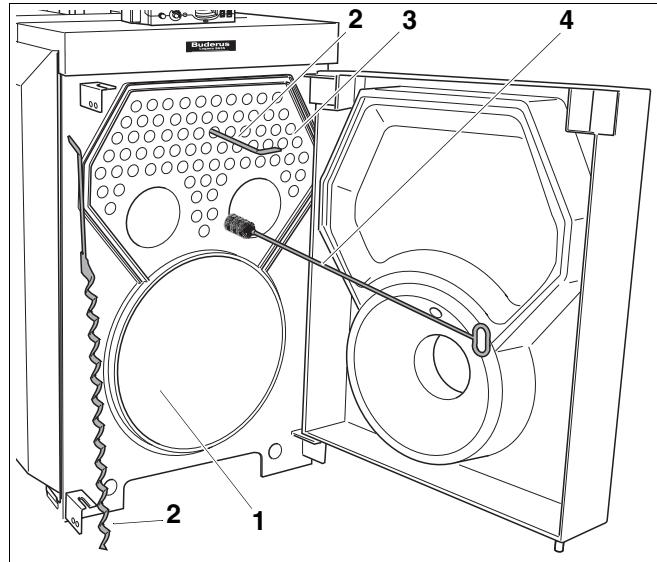
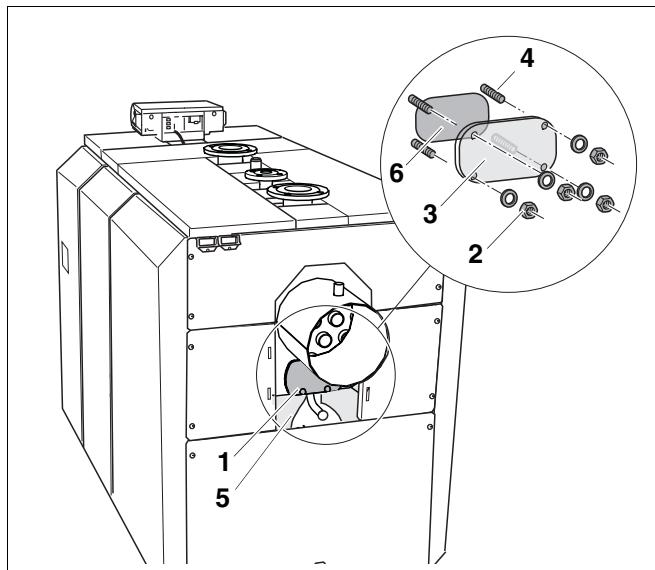

Рис. 51 Чистка поверхностей нагрева
Рис. 53 Демонтаж крышки для чистки
- Удалить турбуляторы (рис. 51, поз. 2) из труб дополнительных поверхностей нагрева (рис. 51, поз. 3).
- Очистить турбуляторы (рис. 51, поз. 2).
Если Вы не протащили щетки (рис. 51, поз. 4) через всю трубу, то обратно ее можно будет вытащить только с большим трудом.
- Очистите поверхности нагрева топочной камеры (рис. 51, поз. 1) и трубы дополнительных поверхностей нагрева (рис. 51, поз. 3) щетками (рис. 51, поз. 4).
- Слегка оттянуть в сторону теплоизоляцию коллектора дымовых газов (рис. 53, **поз. 5**), чтобы освободить крышку для чистки.
- Открутить гайки и снять шайбы с крышки для чистки (рис. 53, **поз. 2**).
- Снять крышку для чистки коллектора дымовых газов (рис. 53, **поз. 3**).
- Удалить нагар из топочной камеры (рис. 51, стр. 57), из газоотводящих каналов, а также из коллектора дымовых газов (рис. 53, **поз. 1**).